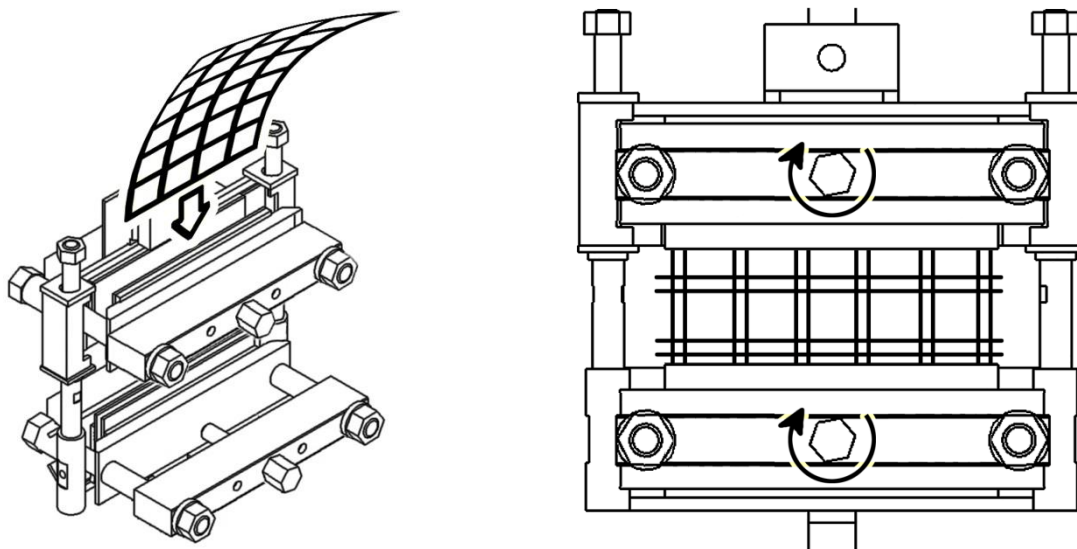

Рисунок 8 – Установка образцов (затяжка прижимных болтов)
4.4.2.5 Установить образцы в зажимы и затянуть прижимные болты (см. рисунок 8).